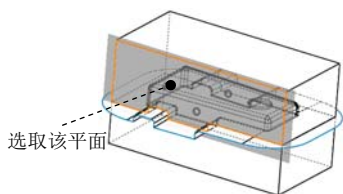

图 10.7.10 草图基准面
Step2. 定义草图基准面。选取图 10.7.10 所示的表面作为草图基准面。